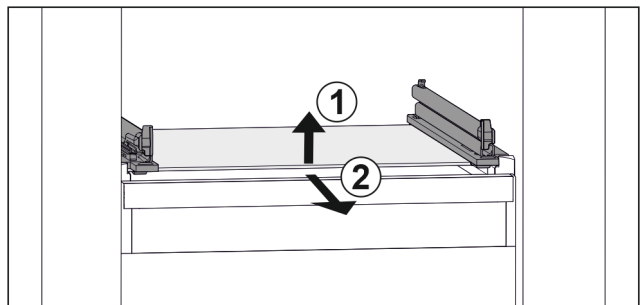

Fig. 72 Примерное отображение стеклнной пластины
- ▶ Приподнимите стеклнную пластину спереди. Fig. 72 (1)
- ▶ Извлеките стеклнную пластину движением вперед. Fig. 72 (2)